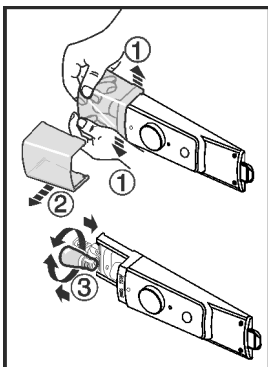

Fig. 14
- ▶ Poklopac žaruljice rastavite prema slici, unutra, pritiskom u prednjem dijelu Fig. 14 (1) i skinite ga povlačenjem u stranu Fig. 14 (2).
- ▶ Zamijenite žarulju. Fig. 14 (3)